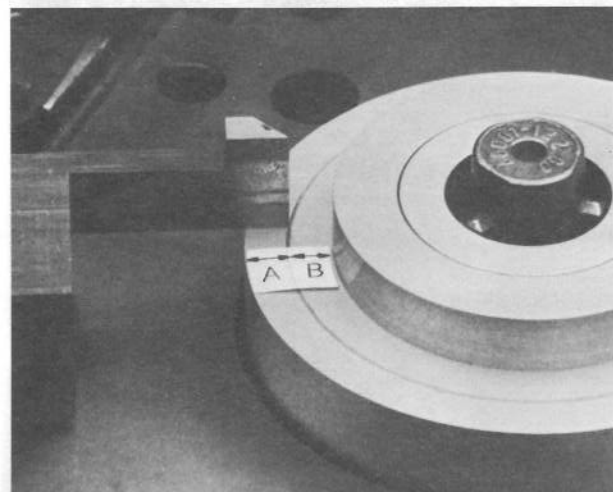

Abb. 16
- Mit der Einstelllehre (Abb. 16) die Höhe des **unteren Wickeltellers** kontrollieren.
Die vorgeschriebene Höhe ist erreicht, wenn die Einstelllehre auf den Einstellring A (s. Abb. 16), nicht aber auf den Bund B (obere Toleranzgrenze) geschoben werden kann.